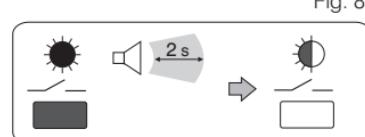

Fig. 8
- Mantener presionada la tecla “” hasta oír una señal acústica y soltarla: el LED parpadea (fig. 8). El nuevo transmisor (en “Test”) está combinado con el receptor.